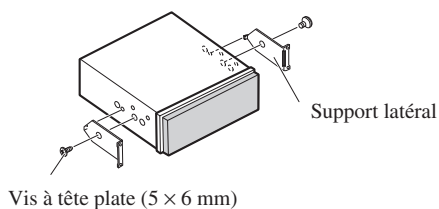

Fig. 10
2. Installez les supports latéraux. (Fig. 10)